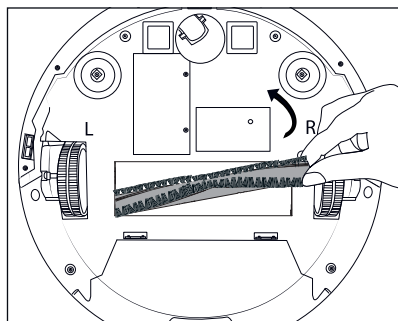

Fig. 15
- ◆ Saisissez le rouleau brosse 16 par le côté droit et sortez-le de l'appareil (voir fig. 15). Retirez les cheveux et la saleté avec la brosse de nettoyage 10.